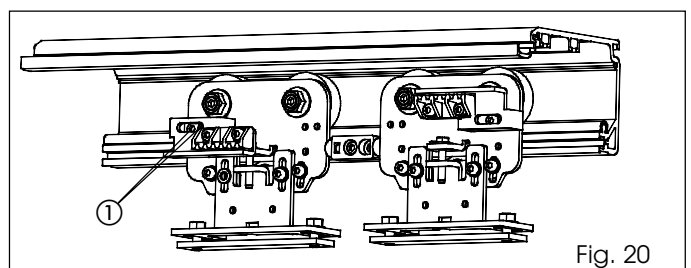

Fig. 20
• Destornille los tres tornillos como se indica en la fig. 20 ref. ① (sin desacoplar la correa de su soporte) y regule la hoja.